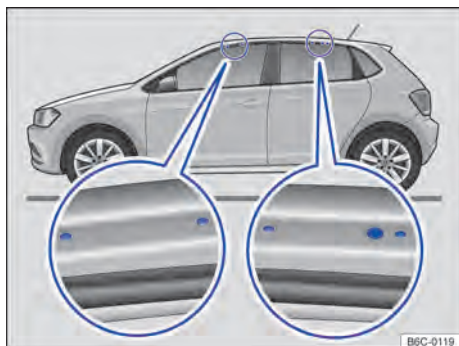

Fig. 174 Pontos de fixação dos suportes de base do bagageiro do teto (ambos os lados).
Os furos ou marcações dos pontos de fixação dos suportes de base ficam visíveis com a abertura das portas (dianteiras e traseiras) do veículo e encontram-se no lado nas vigas do teto → **Fig. 174** (lupa). Os furos ou marcações para fixação atrás encontram-se no lado inferior das vigas do teto → **Fig. 174** (lupa direita).
- Fixar os suportes de base somente nas marcações indicadas na figura → **Fig. 174**.